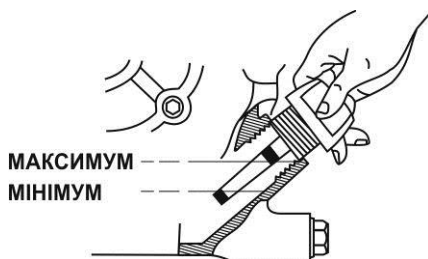

Рисунок 41. Пробка-щуп мастила картера двигуна
3. Відкрутіть пробку-щуп горловини для заливки мастила, за допомогою лійки залийте необхідну кількість мастила і проконтролюйте її рівень за допомогою мірного щупа (див. рис. 41.) Для цього витріть насухо щуп, вставте пробку-щуп в заливну горловину, не закручуючи її по різьбі, дістаньте пробку-щуп і переконайтеся, що рівень мастила знаходиться між відмітками «мінімум» і «максимум» на щупі.